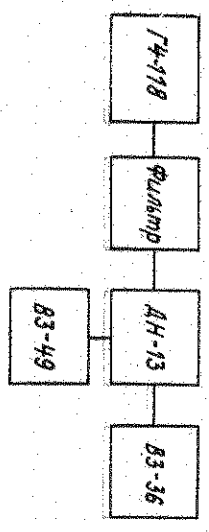
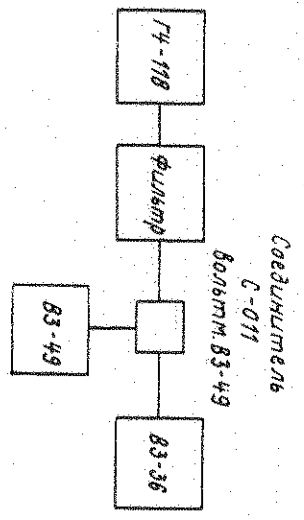

Рис. 5.
Рис. 6.
12.3.3г. Погрешность прибора с делителем ДН-112 на частоте 500 кГц и с делителем ДН-111 на частотах 500 кГц и 1 МГц на пределе 100 мВ и без делителей определяется на конечных отметках шкалы по схеме соединений, приведенной на рис. 6 (с делителями) и на рис. 5 (без делителей).
— на поддиапазонах с верхними пределами 10 — 100 мВ по схеме соединений, приведенной на рис. 5;
— на поддиапазонах с верхними пределами 300 мВ — 3 В и с делителем ДН-111 на поддиапазоне 100 мВ на конечной отметке шкалы по схеме соединений, приведенной на рис. 6.
При измерениях по схеме соединения, приведенной на рис. 5 и 7, следует учитывать коэффициент деления делителя ДН-13 по его атажестату.